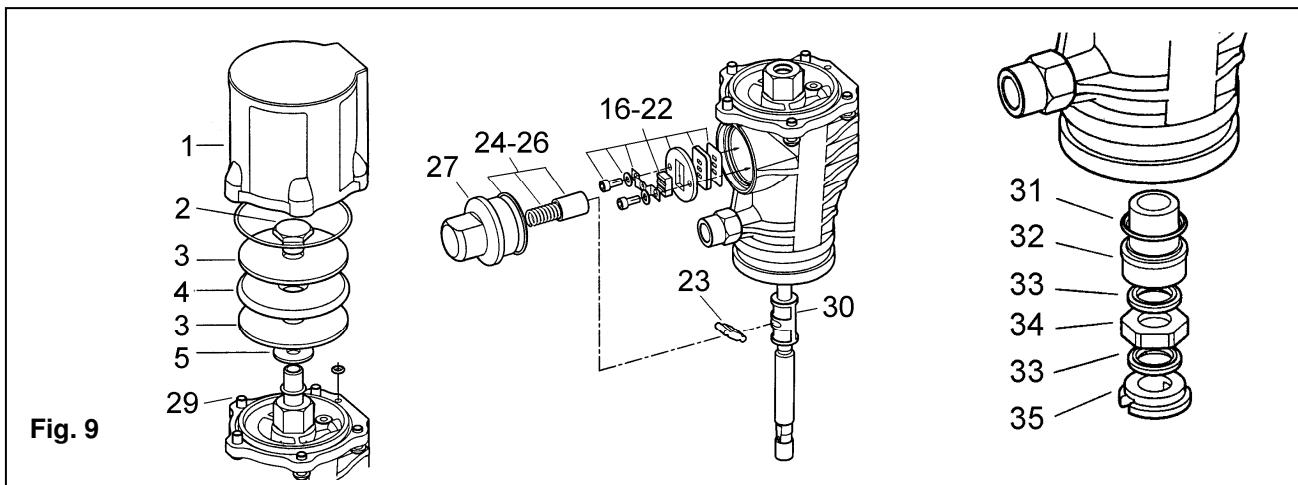

Fig. 9
1. Fix the air motor body (15) in a suitable way and loosen the five screws (29) to remove the air cylinder block (1).
2. Introduce an open end wrench in the milling of the lower part of the air piston (36). With another wrench unscrew the air piston nut (2) and remove the parts (2), (3), (4) and (5) (Fig. 9).
3. Pull the air piston rod (36) downwards until it is completely outside the motor body (15).
4. Remove the packing set (32-35), the O ring (31) and the trip shoe (30) from inside the air motor body.
5. Unscrew the spring nut (27) and remove the parts (23-26).
6. Unscrew the screws (22) and remove the parts (16-21).
1. Fäst luftmotorkroppen (15) på ett lämpligt sätt och lossa de fem skruvarna (29) och tag bort luftmotorlocket (1).
2. Håll med en öppen fast nyckel i de frästa spåren i nedre delen av centralstången (36) medan luftkolvmuttern (2) skruvas loss. Demontera delarna (2), (3), (4) och (5) (Fig. 9).
3. Drag centralstången (36) försiktigt nedåt tills den är helt ute ur luftmotorkroppen (15).
4. Montera ur packningssatsen (32-35), o-ring (31) och styrhylsan (30) ur luftmotorkroppen.
5. Skruva loss fjäderhållarskruven (27) och tag ur delarna (23-26).
6. Skruva loss skruvarna (22) och tag ur delarna (16-21).